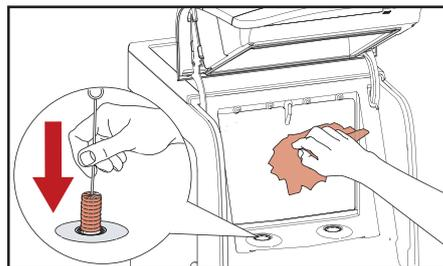

Fig. 5.9 - Limpiar compartimento refrigerador
4. Limpie la abertura del dosificador con un cepillo y el interior del compartimento de refrigeración con un paño limpio y húmedo (fig. 5.9). Seque con un paño de papel limpio.